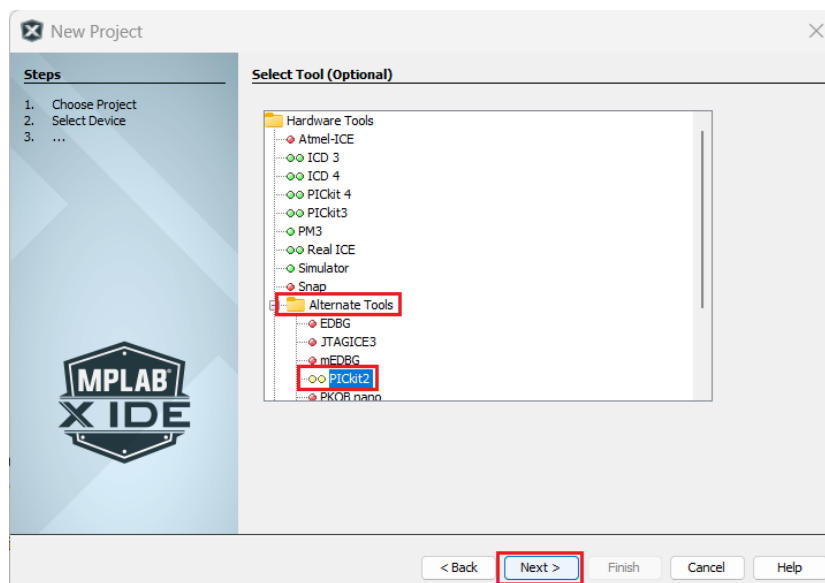

Figura 4.3: Escolha da ferramenta PICkit2 para gravação dos dados no PIC.
- **Passo 3:** Para escolher a ferramenta (**Select Tool**), vá na pasta **Alternate Tools** e escolha a opção **PICkit2**, conforme ilustrado na Figura 4.3. Em seguida, clique em **Next**.